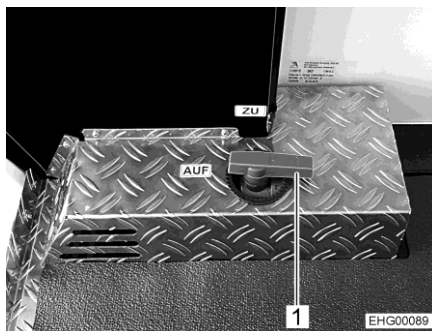

Bild 195 Manöverspak (avtappningskran)
Manöverspaken (Bild 195,1) för tömning av avloppsvattnet sitter i det bakre lastutrymmet. Avloppsröret med anslutning för en avloppsslang sitter under fordonet.
- Öppna avtappningskranen. Ställ manöverspaken (Bild 195,1) i läget "AUF" (öppen). Avloppsvattnet rinner ut.
- Stäng avtappningskranen när avloppsvattnet har tömts ut helt. Ställ manöverspaken (Bild 195,1) i läget "ZU" (stängd).